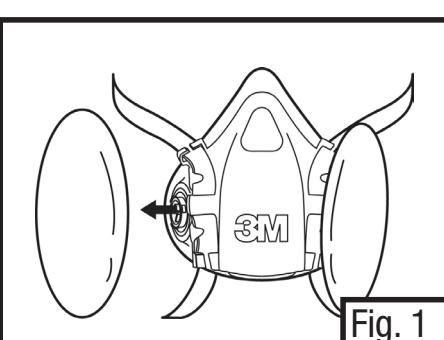

Fig. 1
1. Remove the filter from the right side of the respirator. (Fig. 1)
- Retirer le filtre qui se trouve du côté droit du respirateur. (Fig. 1)